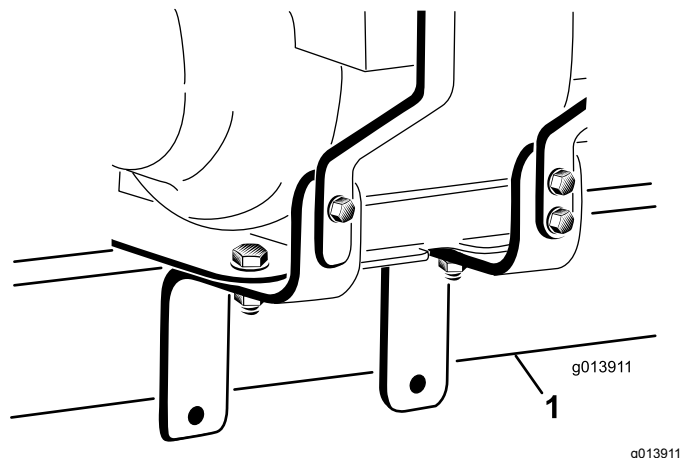
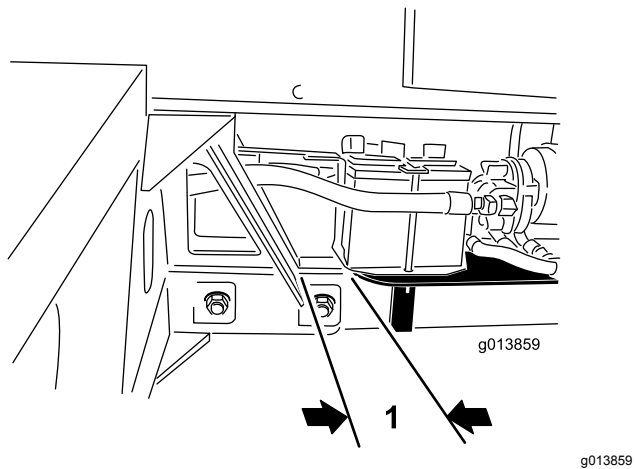

Figura 5
Figura 6
2. Bullone di tenuta della batteria (2)
20. Poiché il gruppo motore è pesante, il posizionamento di questo componente potrebbe essere difficile. Con l'ausilio di un assistente, posizionate il gruppo motore sul tubo dell'attacco di traino del ProPass. Verificate che le staffe di montaggio del motore stiano a cavallo del tubo di attacco (Figura 5 e che la parte posteriore della piastra di montaggio del motore si trovi a circa 25 mm dal gruppo ricevente del tubo di attacco del ProPass (Figura 6).